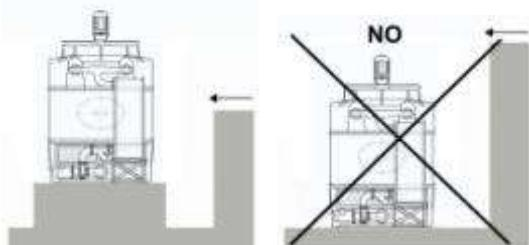

Fig. 29
e) In case of existing obstacles close to the tower and higher than it, it will be necessary to install the tower in a higher position in order to get an air exit at the same height, at least, than the obstacle, especially in case the predominant air direction will be as indicated in Fig 29.
e) S'il y a des obstacles à proximité plus hauts que la tour, hisser celle-ci pour que la décharge de l'air atteigne au moins la hauteur de l'obstacle, surtout dans le cas où la direction prédominante de l'air soit celle indiquée sur la figure 29.